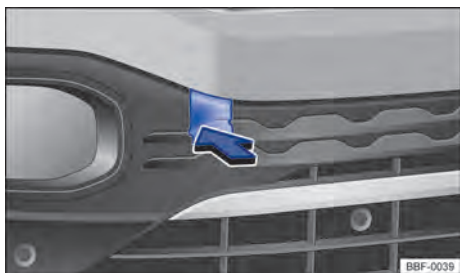
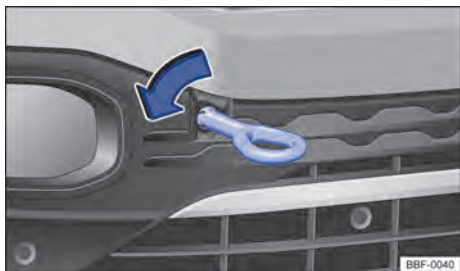

Fig. 200 No para-choque dianteiro à direita: soltar e remover a cobertura.
Fig. 201 No para-choque dianteiro à direita: rosquear a argola de reboque.
O alojamento para a argola de reboque rosqueável está localizado à direita do para-choque dianteiro, atrás de uma cobertura → Fig. 200.
- Pressionar na área inferior da cobertura → Fig. 200 ⓘ para soltar o travamento da cobertura.
- Retirar a cobertura para frente ② e deixá-la pendurada no veículo.
- Rosquear a argola de reboque tão firme quanto possível **no sentido anti-horário** no alojamento → Fig. 201 ⓘ → ⓘ. Utilizar um objeto